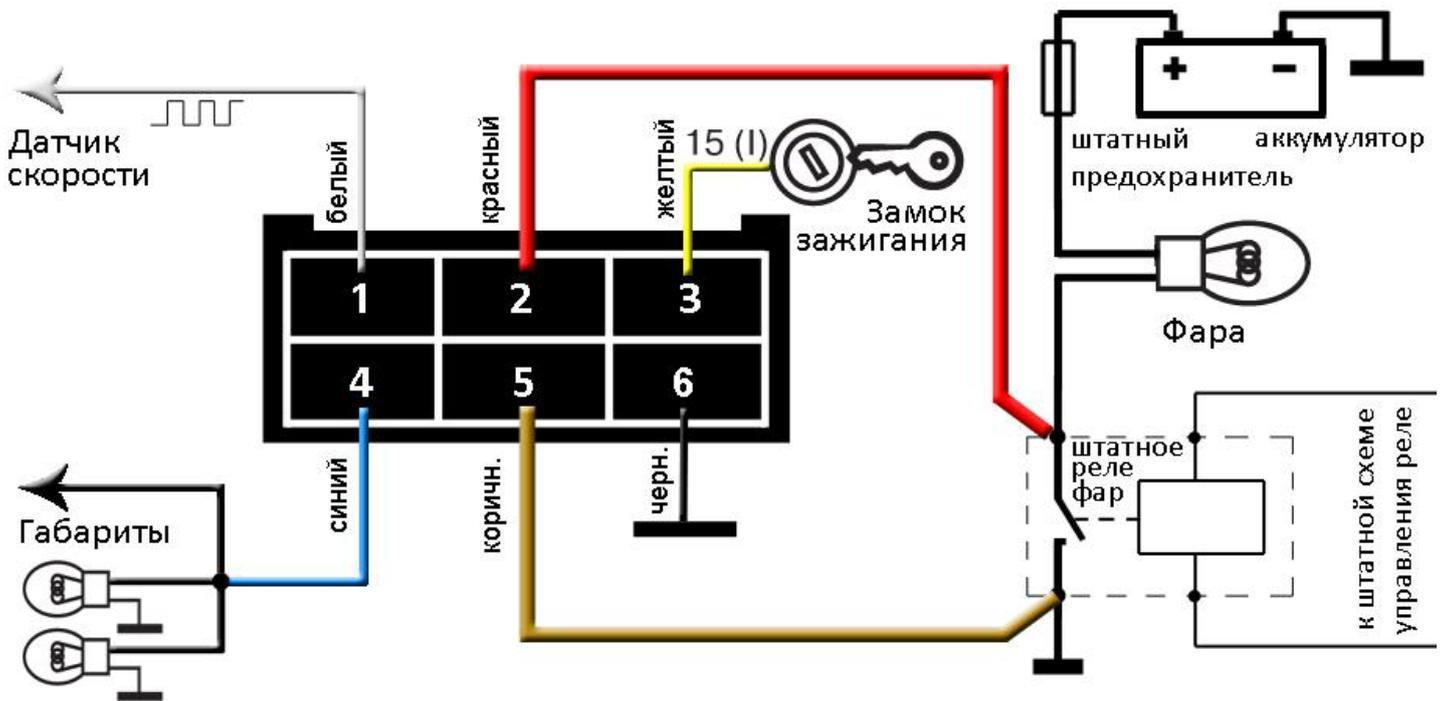

Рисунок 2
2. **Дальний свет** (сечение 1мм^2). Подключается к проводу, подключенному к контакту штатного реле включения ламп дальнего света, который подключен к лампам фары (см. рис.2). Точка подключения должна быть как можно ближе к реле.
5. **Корпус для силовой части** (сечение 1мм^2). Подключается к проводу, в непосредственной близости от контакта штатного реле включения света, который подключен к корпусу автомобиля (см. рис.2).